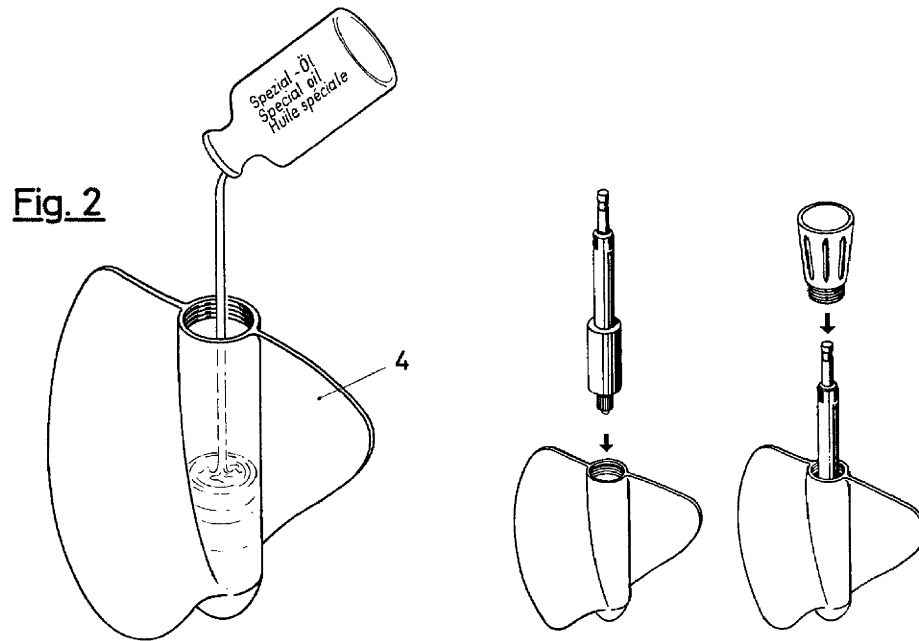

Fig. 2
1. Dévisser la vis (9) et retirer l'hélice (4) avec l'axe en acier (8).
2. Desserrer le raccord fileté (7) à l'aide de la clé à ergot et le retirer; retirer également la bague O (6) et sortir l'émetteur d'impulsions (5) du corps du moulinet.
- II. L'huile spéciale OTT pour hélices qui remplit le moyeu de l'hélice (4) permet d'effectuer les mesures sous les valeurs les plus diverses de la température de l'eau, sans qu'il en résulte une influence sur la précision. Lorsqu'une mesure est terminée, il faut renouveler le plein d'huile (suivant Fig. 2); il en est de même lorsque le moulinet est resté hors service pendant un temps prolongé.